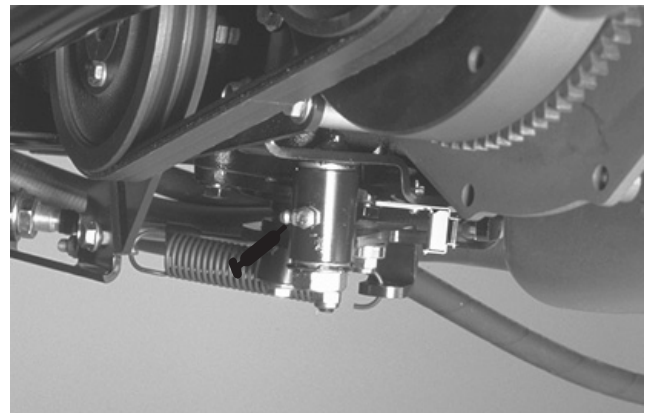

Bild 30
- Leerlaufeinstellung (Fig. 30)